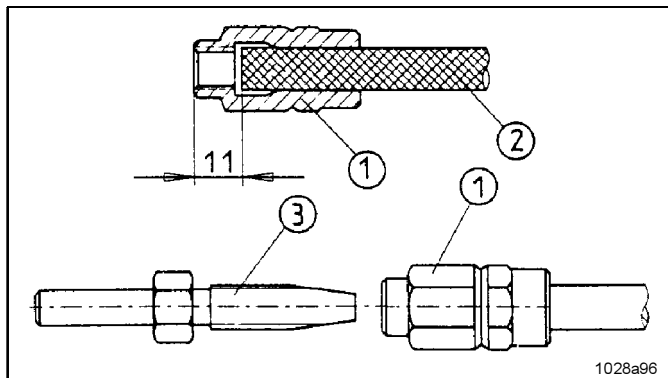

Abb. 7 Vormontage der Schraubhülsen und Schlauchstutzen auf dem Hochdruckschlauch
- ➔ Schraubhülse 1, Abb. 7, linksdrehend auf den Hochdruckschlauch 2 drehen, bis das gezeigte Maß von 11 mm erreicht ist. Danach den Schlauchstutzen 3 in die Schraubhülse 1 einschrauben.